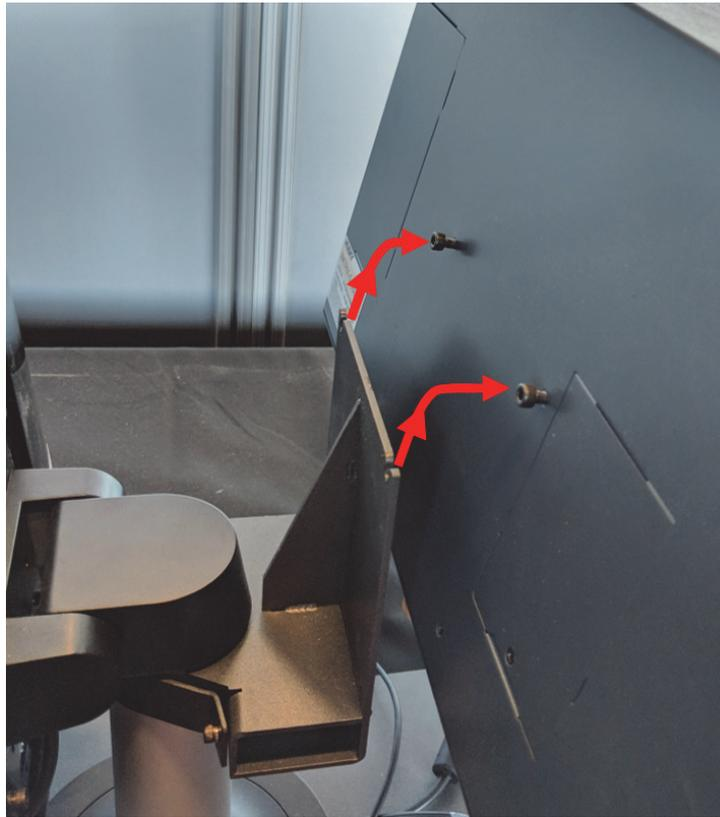

Рисунок 15-19 Снимите БУД с кронштейна
7. Надежно возьмите БУД и сдвиньте его вверх, пока винты не выйдут из верхних монтажных слотов, затем потяните вперед, чтобы снять БУД с монтажного кронштейна. См. Рисунок 15-19.